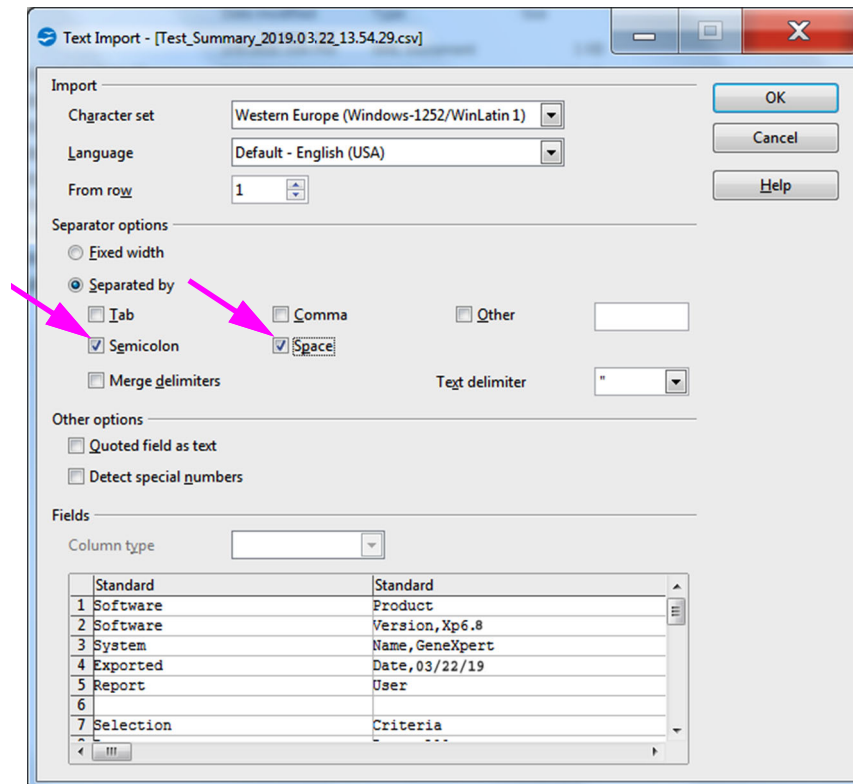

图 C-4. 显示默认设置的文本导入 (Text Import) 屏幕
5. 在用户名对话框中输入所需的信息（姓名和姓名首字母）单击**完成 (Finish)**。将显示文本导入 (Text Import) 对话框。请参见图 C-4。